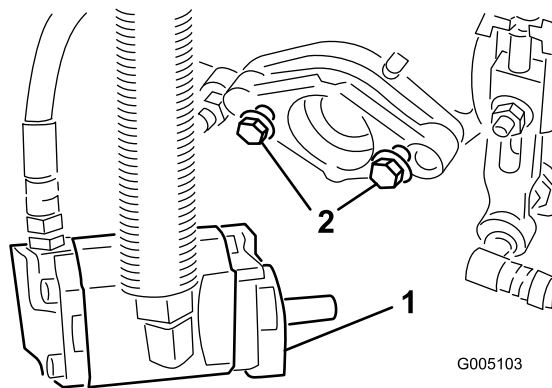

Figura 10
6. Certifique-se de que deixa uma folga de aproximadamente 13 mm em cada parafuso de montagem do motor da transmissão do cilindro (Figura 10).
9. Aperte os parafusos de montagem (Figura 10).